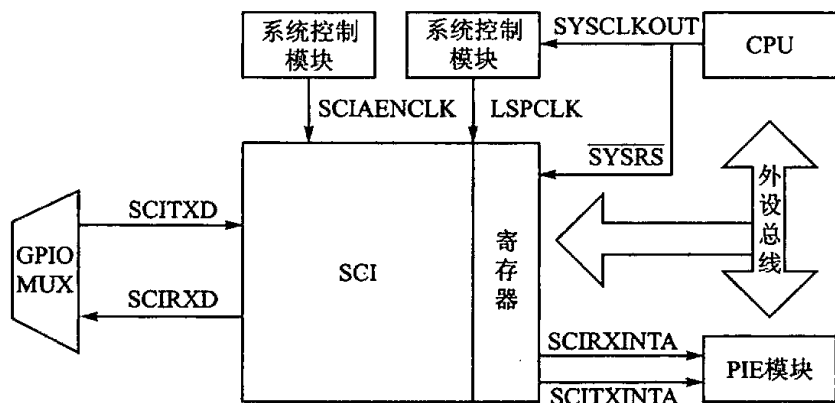

图 14-2 SCI 与 CPU 的接口
SCIA 和 SCIB 的功能是相同的,只是寄存器的命名有所不同,所以如果不做特殊说明,下面均已 SCIA 为例来进行讲解。SCIA 与 CPU 的接口如图 14-2 所示。SCIA 模块的特点如下:
① 从图 14-2 可以看到,SCI 模块具有两个引脚:发送引脚 SCITXD 和接收引脚 SCIRXD。SCITXD 可以实现数据的发送,SCIRXD 可以实现数据的接收。这两个引脚是复用引脚,分别对应于 GPIOF 模块的第 4 位和第 5 位。在编程初始化时,需要将 GPIOFMUX 寄存器的第 4 位和第 5 位置 1,否则这两个引脚就是通用的数字 I/O 口。
② 外部晶振通过 X281x 的 PLL 模块倍频之后产生了 CPU 的系统时钟 SYSCLKOUT,然后 SYSCLKOUT 经过低速时钟预定标器之后输出低速外设时钟 LSPCLK 提供给 SCI 模块。要保证 SCI 的正常运行,系统控制模块必须使能 SCI 时钟,只有使能了,LSPCLK 才供给 SCI,也就是在系统初始化函数中需要将外设时钟控制寄存器 PCLKCR 的 SCIAENCLK 位置 1。
③ SCI 模块具有 4 种错误检测标志,分别是:极性错误(parity)、超时错误(overrun)、帧错误(framing)、间断(break)检测。
④ SCI 模块具有双缓冲接收和发送功能,接收缓冲寄存器为 SCIRXBUF,发送缓冲寄存器位 SCITXBUF。独立的发送器和接收器使得 SCI 既能工作于半双工模式,也能工作于全双工模式。
⑤ 从图 14-2 可以看到,SCI 模块可以产生两个中断:SCIRXINT 和 SCITXINT,即接收中断和发送中断。SCI 模块具有独立的发送中断使能位和接收中断使能位。发送和接收可以通过中断方式实现,也可以查询中断方式实现。
⑥ 在多处理器模式下,SCI 模块具有两种唤醒方式:空闲线方式和地址位方式。平时在
从图 14-2 可以看到,SCI 模块的信号有外部信号、控制信号和中断信号 3 种,如表 14-1 所列。